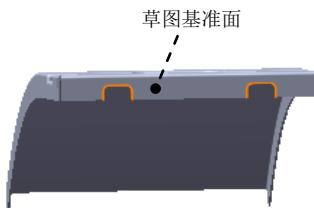

图 14.2.25 切除—拉伸 1
Step7. 创建图 14.2.25 所示的切除—拉伸 1。
① 定义草图基准面。选取图 14.2.25 所示的表面作为草图基准面。